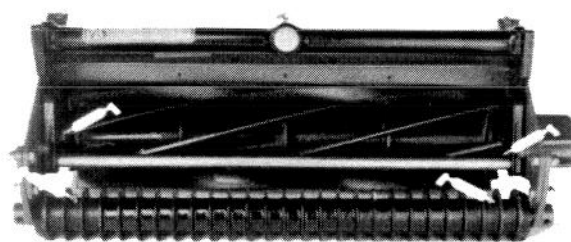

Figure 8
Il y a (6) mamelons à graissage sur chacun des modules de coupe (Fig.8 & 9), qui doivent être lubrifiés en utilisant une graisse polyvalente à base de lithium #2. Un pistolet manuel de graissage est recommandé pour obtenir les meilleurs résultats.